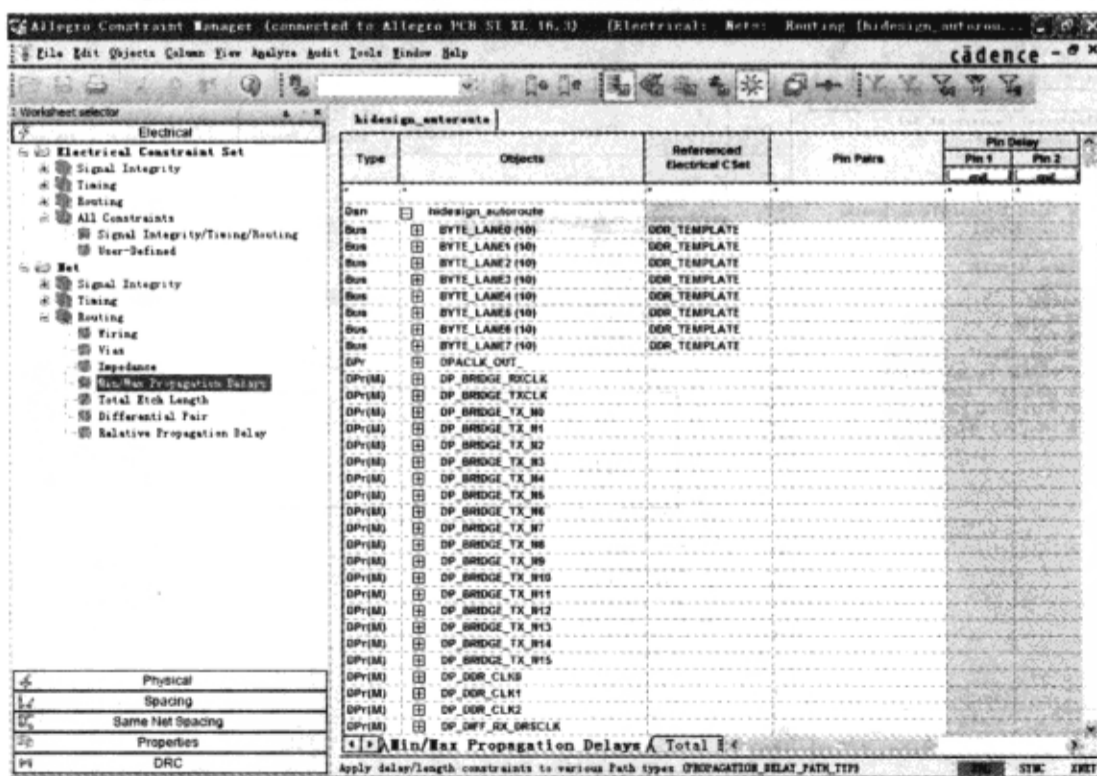

图 4-3-8 “Allegro Constraint Manager” 窗口
(1) 执行菜单命令“Setup”→“Constraints”→“Electrical...”，打开“Allegro Constraint Manager”窗口，如图 4-3-8 所示。